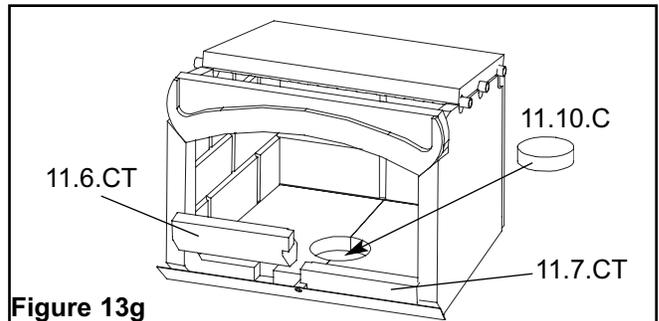

Figure 13g
9. Finalement, mettez en place les deux pierres du devant (11.6.CT à gauche et 11.7.CT à droite) et la pierre ronde centrale (11.10.C) tel que montré à la Figure 13g.